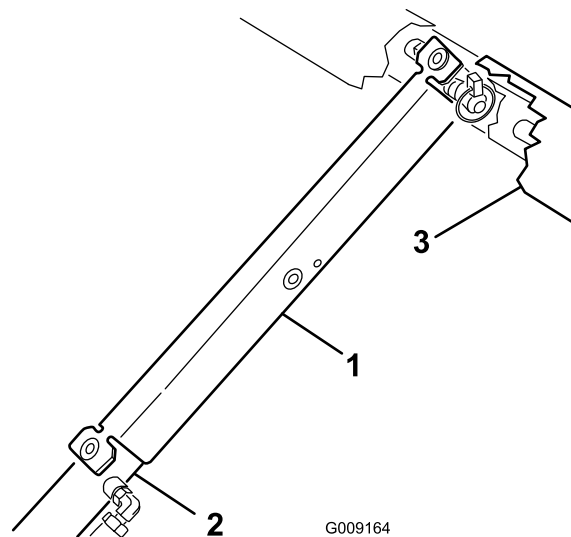

図 46
7. サポートをシリンダ・ロッドにはめ込み、サポートの端部でシリンダ・バレルの端とシリンダ・ロッドの端を確実に支える（図 46）。